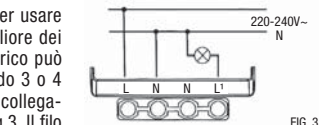

FIG. 3
5. Collegare i cavi ai morsetti del corpo dell'apparecchio, seguendo lo schema di fig. 3
Seguite queste istruzioni per usare il vostro rilevatore nel migliore dei modi. Il collegamento elettrico può essere effettuato utilizzando 3 o 4 fili. Lo schema elettrico di collegamento è rappresentato in fig.3. Il filo neutro va collegato al morsetto N; il filo di Fase va collegato al morsetto L; il filo di Ritorno verso la lampada va collegato al morsetto L'.